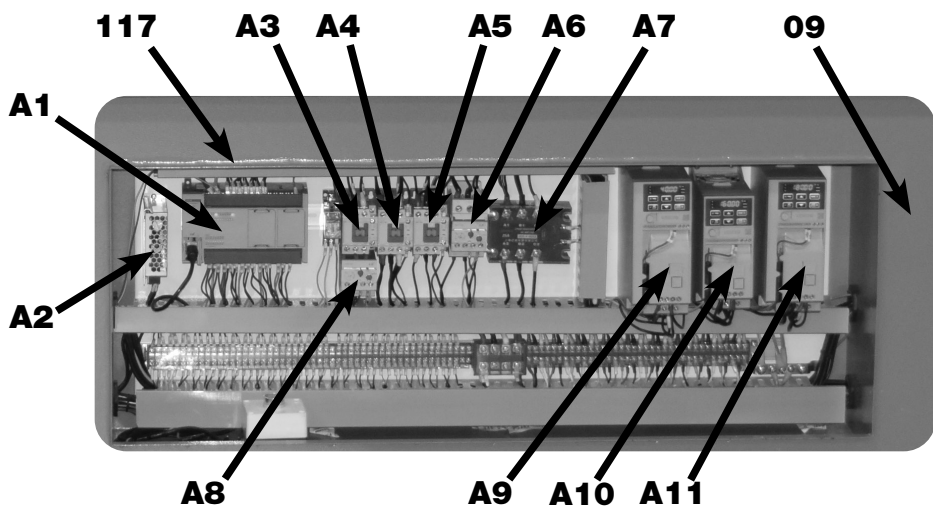

FIGURA 50 – Interior do Quadro Elétrico
- **IDENTIFICAR** cada cabo, e **VERIFICAR** a sua correta posição na Régua de Ligação (A13) (figura 50) antes de qualquer intervenção.